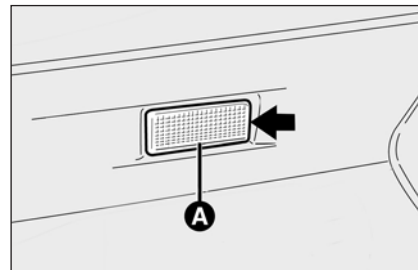

fig. 42
- ☐ estrarre la plafoniera **A-fig. 42** facendo leva nel punto indicato dalla freccia;